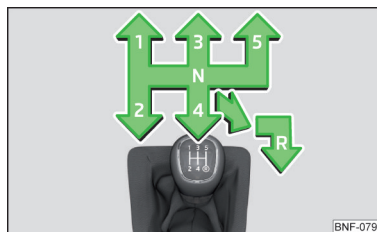

Fig. 121
Pe schimbătorul de viteze este reprezentată schema de selectare a treptelor individuale de viteză » fig. 121.
- Împingeți maneta schimbătorului de viteze în jos, apoi complet spre dreapta și apoi spre înapoi în poziția **R** » fig. 121.